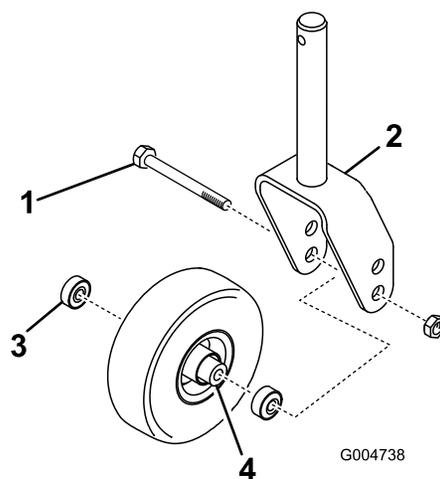
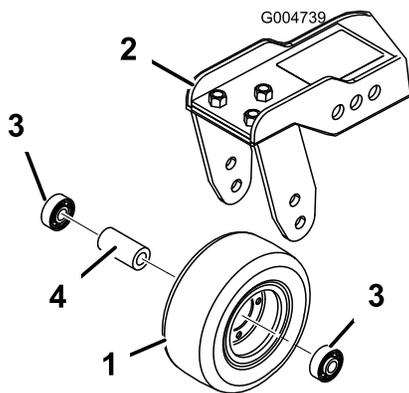

Figura 84
Figura 85
1. Togliete il dado di bloccaggio dal bullone che fissa il gruppo ruota orientabile alla forcella (Figura 84) o al braccio di rotazione (Figura 85). Afferrate la ruota orientabile ed estraete la vite a testa cilindrica dalla forcella o dal braccio di rotazione.
- Togliete il cuscinetto dal mozzo della ruota e lasciate cadere il distanziale del cuscinetto (Figura 84 e Figura 85). Togliete il cuscinetto dalla parte opposta del mozzo della ruota.